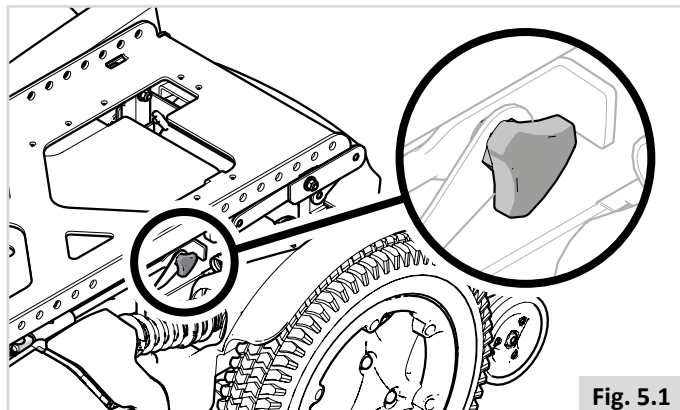

Fig. 5.1
- Sørg for, at sædets interfaceknapper er strammet og sikret (Fig. 5.1).